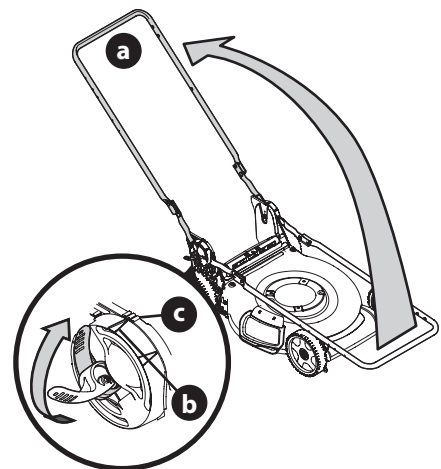

Figure 9
5. Assurez-vous que la tondeuse est stable, puis relevez la partie supérieure (a) (Figure 9). Veillez à ne pas pincer le câble de la commande de la lame lorsque vous relevez le guidon.
6. Lorsque vous relevez la partie supérieure du guidon, assurez-vous que l'indicateur (b) est aligné avec une des trois positions (c). Voir l'encadré de la Figure 9.
7. Relevez les deux leviers de réglage pour les verrouiller. Voir l'encadré de la Figure 9.